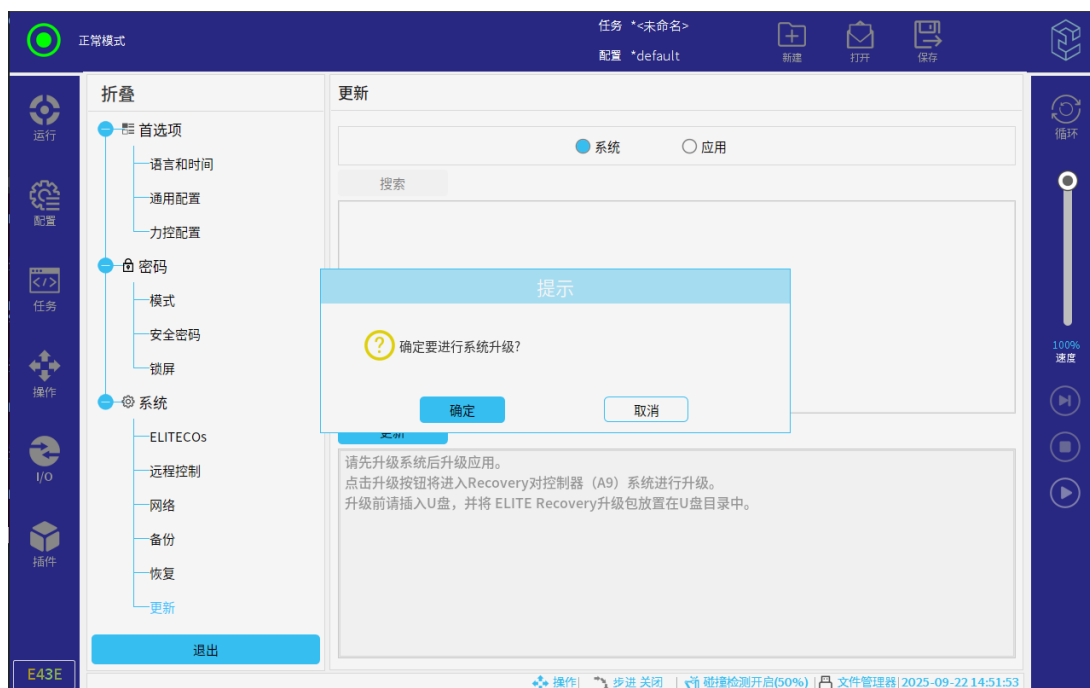

图 3-27: 系统更新
- 系统更新：点击系统下的“更新”，“确定”，如**图 3-27**所示；点击界面中的“start”按钮，然后选择后缀名为.eru 的升级包，进行系统升级，升级成功后系统会自动重启，完成系统的更新；